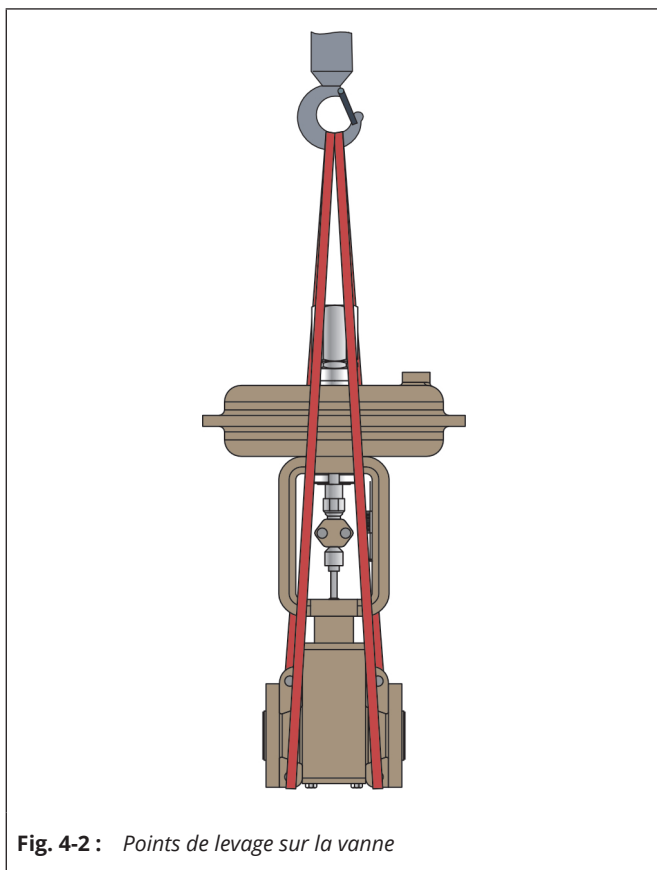

Fig. 4-2 : Points de levage sur la vanne
- ⇒ Utiliser comme support un crochet doté d'une fermeture sécurisée pour supporter l'ensemble, afin d'empêcher les dispositifs d'arrimage de glisser hors du crochet au cours du levage et du transport, cf. fig. 4-2.
- ⇒ Fixer une élingue sur les brides du corps et sur le support (p. ex. crochet) de la grue ou du chariot élévateur, voir fig. 4-2.